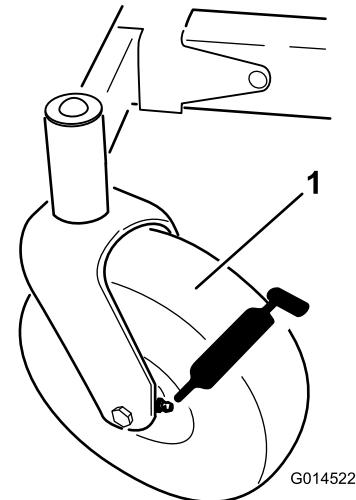
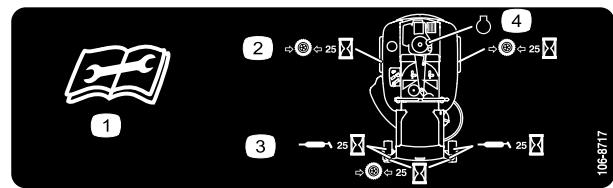

Figura 33
Figura 34
3. Limpie con un trapo los puntos de engrase (Figura 33) y (Figura 34).
4. Conecte una pistola de engrasar a cada punto y bombee grasa hasta que empiece a rezumar de los cojinetes (Figura 33 y Figura 34).